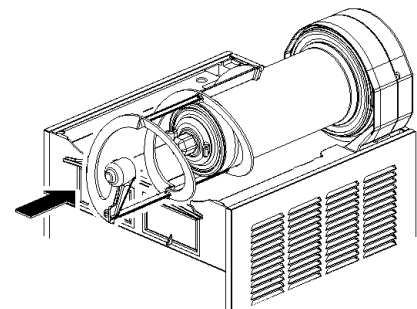

figura 15
- 6 Colocar sobre el evaporador el rascador exterior acoplándolo su extremidad anterior al árbol del rotor magnetico externo (ver figura 15).